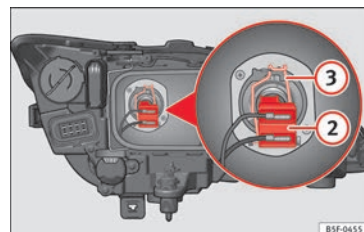

Bild 103 Halvljusstrålkastare
- Ta bort kontakten » bild 103 ② från glödlampan.
- Lossa fjäderhållaren » bild 103 ③ genom att trycka inåt till höger.